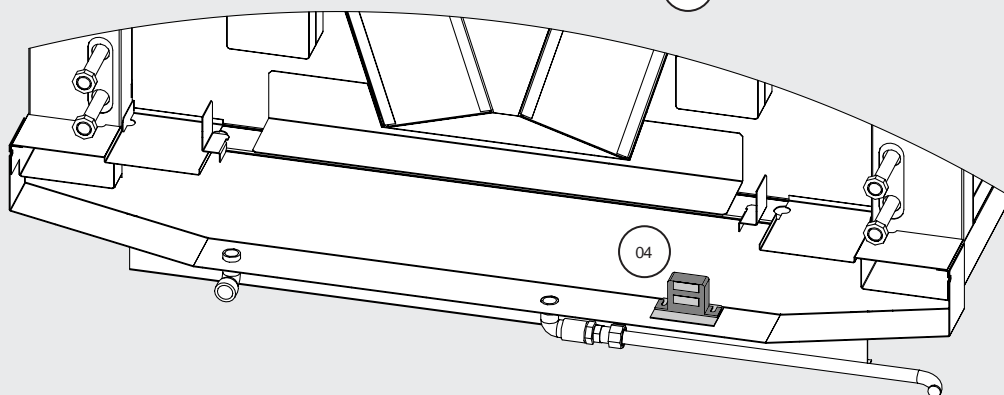

Figure 1
2.9.1 Liste des composants : voir la Figure 1.